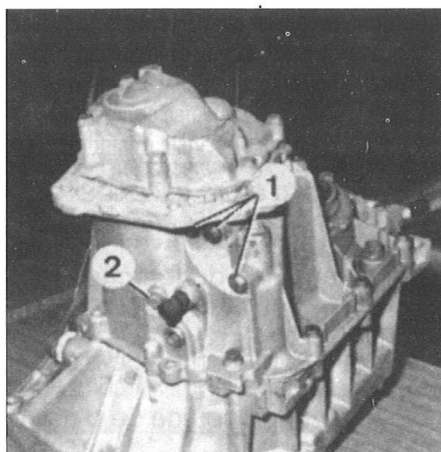

Fig. 44
- Desmontar os bujões de retenção das molas e das esferas de bloqueio, na parte lateral do carter dos carretos (Fig. 44).